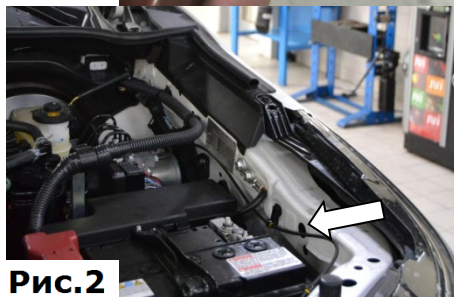

Рис.2
2. Кронштейн крыла будет крепиться в указанном отверстии, (Рис.2).